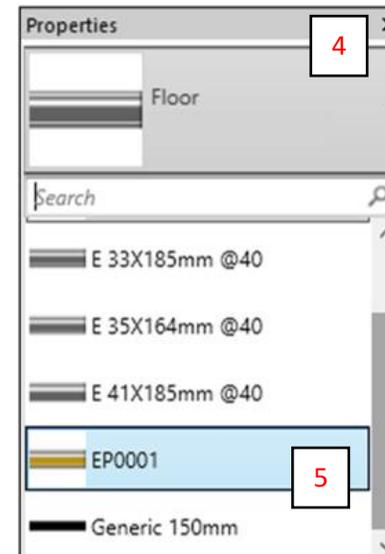

Fig. 7
- B. Luego ir a la *Tabla de Propiedades (Properties)* (4) y seleccionar el tipo de losa transferido en la barra desplegable (5). (Fig. 7)